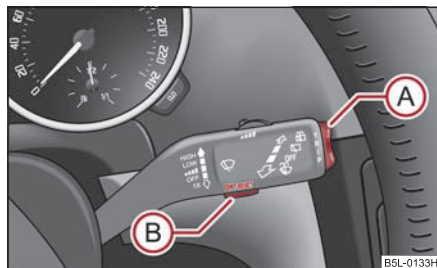

Fig. 28 Pantalla informativa: Elementos de mando en la palanca de limpiacristales
- El **MAIN MENU (MENÚ PRINCIPAL)** se activa pulsando la tecla basculante **A** ⇒ fig. 28 durante más de 1 segundo.